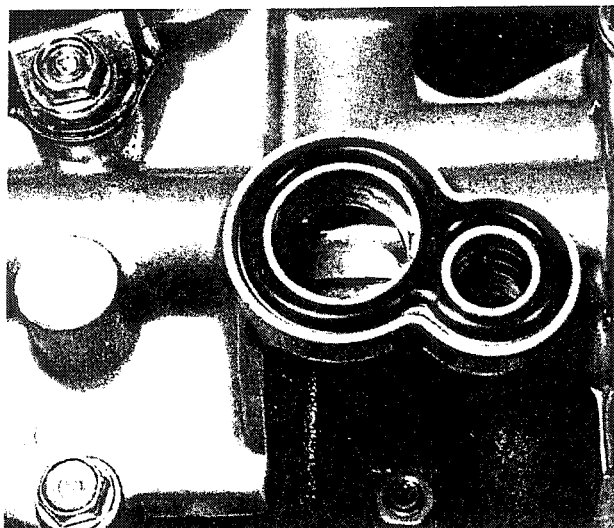

Bild 118
- Einen neuen achtförmigen O-Ring in den Hauptlagerbock einlegen und den Sitz der Passbüchsen in der oberen oder unteren Gehäusehälfte prüfen (Bild 118).